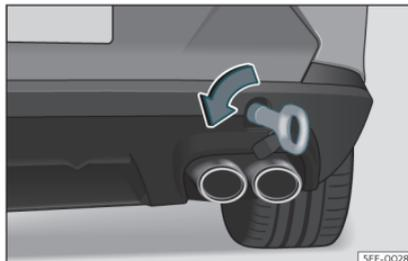

Fig. 46 Du côté droit du pare-chocs arrière : œillet de remorquage vissé
- Vissez l'œillet de remorquage dans le logement en le faisant tourner au maximum **dans le sens inverse des aiguilles d'une montre** »» fig. 46 »» ❶. Utilisez un objet approprié pour visser fermement et entièrement l'œillet de remorquage dans son logement.